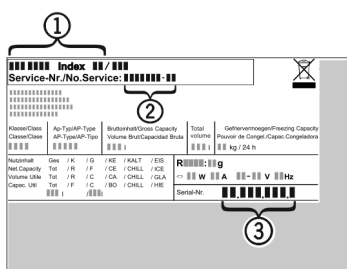

Fig. 17
- Leggere la denominazione dell'apparecchio Fig. 17 (1), il n° assistenza Fig. 17 (2) e il n° di serie Fig. 17 (3) sulla targhetta identificativa. La targhetta identificativa è situata all'interno
- Informare il servizio di assistenza e comunicare il difetto, la denominazione dell'apparecchio Fig. 17 (1), il n° assistenza Fig. 17 (2) e il n° di serie Fig. 17 (3).